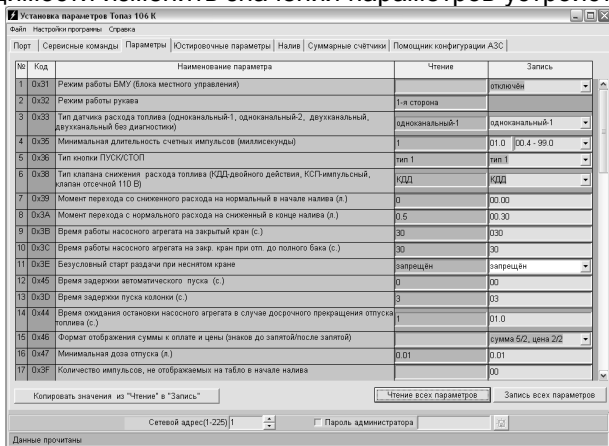

Рисунок 4
7.2.3 На вкладке "Параметры" (рисунок 4) можно просмотреть и при необходимости изменить значения параметров устройства.